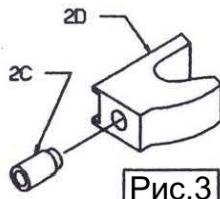
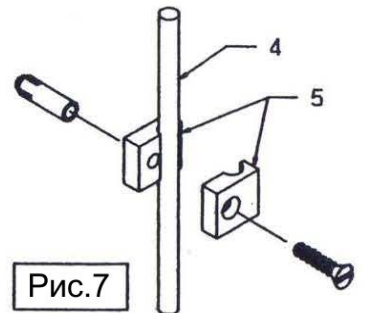
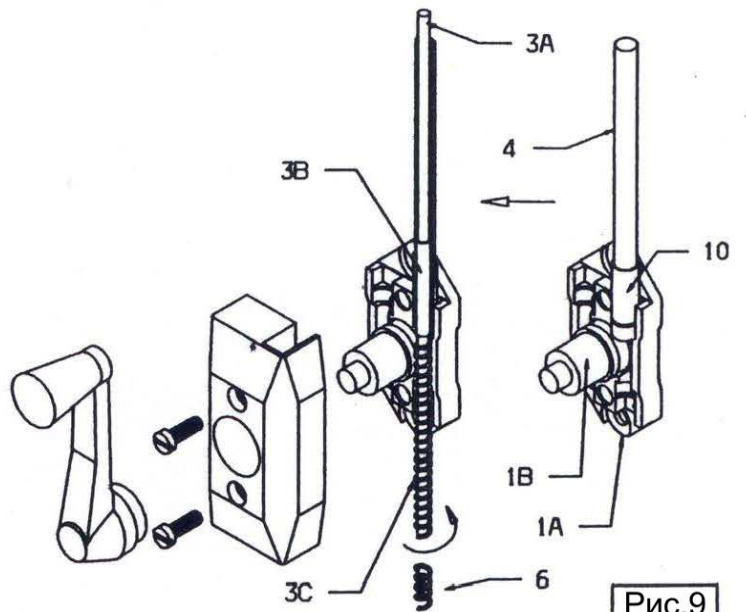

Рис.3
Рис.7
Рис.9
- Вставьте переходник 2C внутрь крючка 2D (см. Рисунок 3).
- Снимите наружную крышку из ПВХ с кабелепровода длиной до 12 мм на конце, который должен быть вставлен в адаптер 2C (см. Рисунок 3), и длиной до 15 мм на тех концах, который нужно вставить в соединитель 7 (см. Рисунок 1) и адаптер 10 (см. рисунок 9) соответственно.
- Вставьте кабелепровод в адаптер 2C (см. Рисунок 3) и разъем 7 (см. Рисунок 1). Прикрепите кабелепровод 4 к стене с помощью седел 5 (см. Рисунок 1) с помощью винтов и дюбелей, поставляемых с комплектом (см. Рисунок 7).
- Завершите прокладку кабелепровода, используя седла 5, разъемы 7 и адаптер 10. Переходник 10 должен быть размещен на конце кабелепровода, чтобы соединить его с плоским оператором (см. Рисунок 9). Отрежьте лишний трубопровод (см. Рисунки 1 и 9).
- Вставляйте трос 3А снизу вверх внутри шестерни IV плоского оператора 1 до тех пор, пока соединительная муфта 3В не сместится с шестерней (см. Рисунок 9).
- Установите крышку и ручку плоского оператора 1 после смазки редуктора IV смазкой, поставляемой в комплекте (см. Рисунок 9).